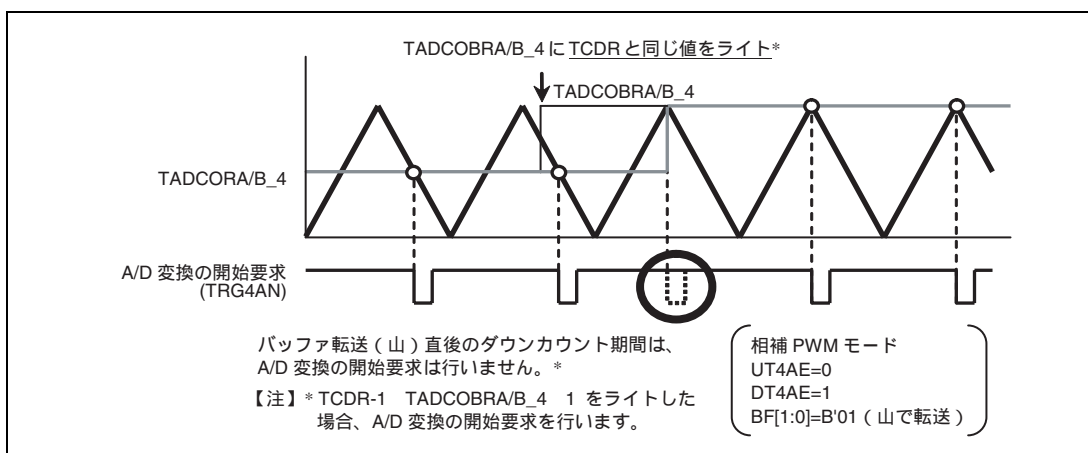

図 11.140 TADCOBRA/B_4 に TCDR と同じ値をライトした時の A/D 変換の開始要求
- TADCOBRA/B_4にTCDRと同じ値、かつ、TADCRのDT4AE、DT4BEビットに1を設定して、TCNT_4の山でバッファ転送した時、転送直後のダウンカウント期間についてはA/D変換の開始要求を行いません（図11.140）。